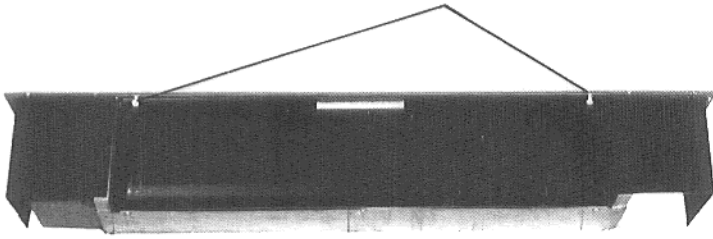

Abb. 6
1. Befestigungsschrauben entfernen (Abb. 6).
2. Befestigungsschrauben vorn von unten eindrehen (Abb. 6).